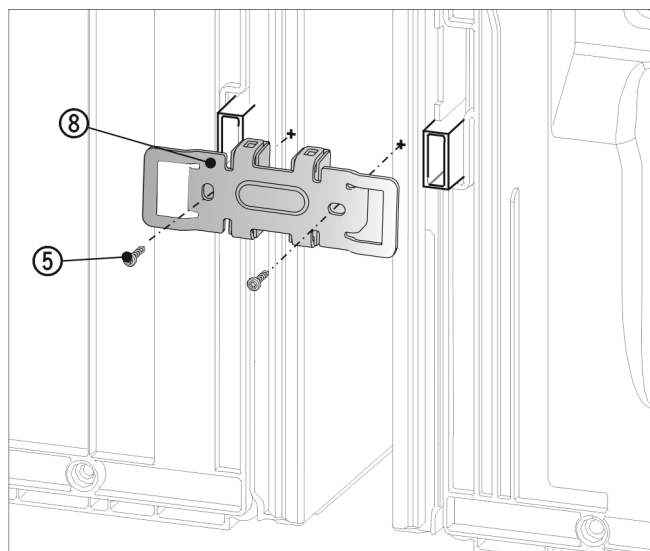

Fig. 24
- Spingere di nuovo la squadretta Fig. 24 (8) con gli incavi sull'alloggiamento per i distanziatori a parete.
- Avvitare saldamente con 2 viti Fig. 24 (5).